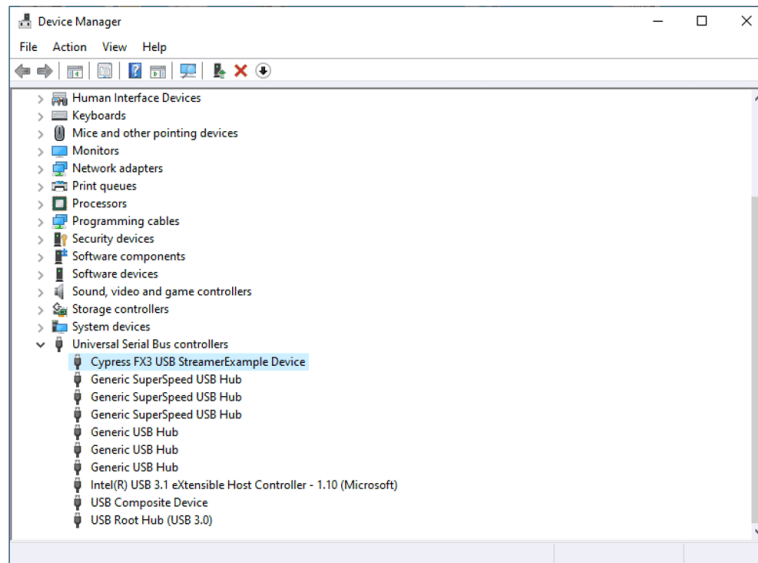

图 4-2. 硬件设备管理器
5. 安装软件并将 USB 电缆连接到 TSW14J59EVM 和 PC 后，TSW14J59 USB 3.0 转换器位于“Hardware Device Manager”中的“Universal Serial Bus controllers”下（如图 4-2 所示），标记为“Cypress FX3 USB StreamerExampleDevice”。拔下 USB 3.0 电缆后，设备管理器中不再显示此驱动程序。如果设备管理器窗口中显示了驱动程序，但软件仍然无法连接，则从电路板上拔下 USB 电缆，然后重新连接电缆。尝试使用 GUI 连接到电路板。如果问题仍然存在，请给电路板下电上电，然后重复前面的步骤。